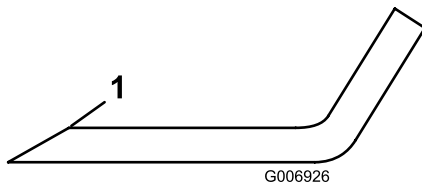

Bild 16
3. Untersuchen Sie die Schnittkanten aller Messer. Schärfen Sie alle stumpfen und ausgekerbten Schnittkanten. Schärfen Sie nur die Oberseite der Schnittkanten und behalten dabei den ursprünglichen Schnittwinkel bei, um die Schärfe des Messers zu gewährleisten (Bild 16). Das Schnittmesser behält seine Auswuchtung bei, wenn von beiden Schnittkanten die gleiche Materialmenge entfernt wird.